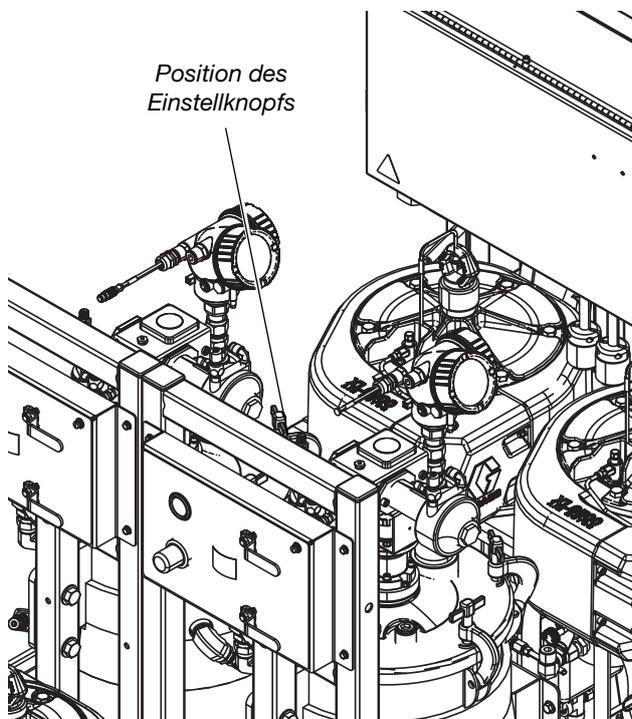

ABB. 28
3. Stellen Sie den silbernen Knopf direkt über den **Luftregler für Einlassmodule** ein. Wenn Sie auf die Druckluftsteuerung des Zufuhrmoduls schauen, ist der Knopf direkt darüber sichtbar. Siehe ABB. 28. Stellen Sie den Knopf ein, bis die beheizte Materialpumpe des Behälters ungefähr 2-3 Zyklen pro Sekunde erreicht.